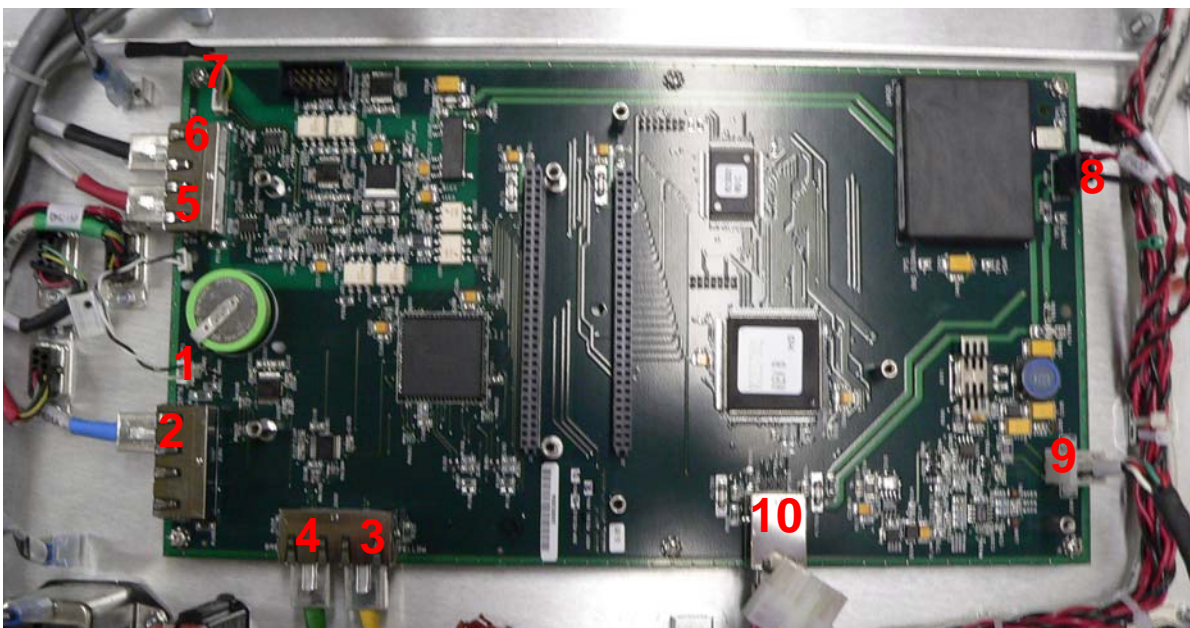

图 B-36 主板布线
7. 按以下（图 B-36）所示，断开接线：
10. 按以下（第 B-25 “页图 B-36）所示，重新布线：